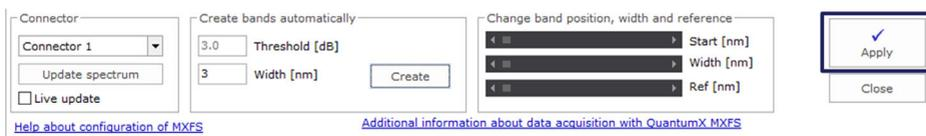

Abb. 5.13 Übernehmen der Definitionen in das Gerät
► Klicken Sie auf **Apply** (Übernehmen), damit die Änderungen in das Gerät übertragen werden (Abb. 5.13).